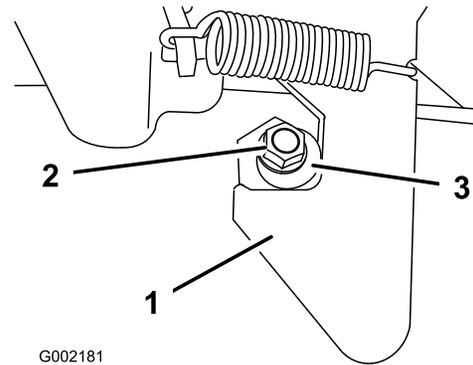

Рисунок 58
1. Ослабьте затяжку контргайки в конце стойки фиксатора (Рисунок 58).
2. Поворачивайте стойку фиксатора по часовой стрелке до тех пор, пока она не будет плотно прижата к крючковой части фиксатора (Рисунок 58).